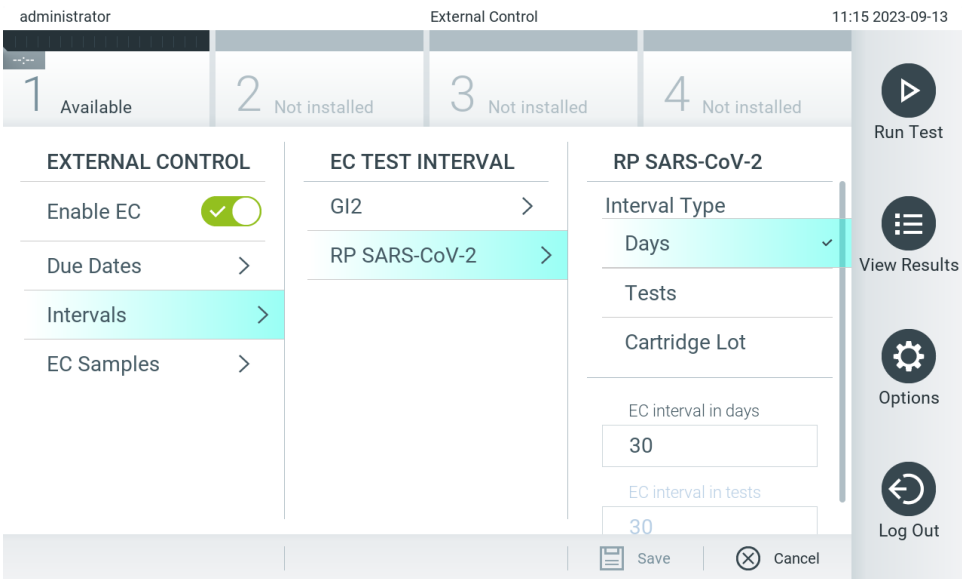

Abbildung 78. Bildschirm External Control (External Controls) mit Intervals (Intervalle).
5. Wählen Sie **EC Samples** (EC-Proben), um die bei einem externen Kontrolltest verwendeten Proben hinzuzufügen oder zu bearbeiten. Um eine neue EC-Probe hinzuzufügen, drücken Sie **Add new Sample** (Neue Probe hinzufügen) und fahren Sie dann in der rechten Spalte mit der Konfiguration fort (Abbildung 78). Wählen Sie zum Bearbeiten einer EC-Probe eine vorhandene Probe aus der mittleren Spalte aus und fahren Sie in der rechten Spalte mit der Konfiguration fort.